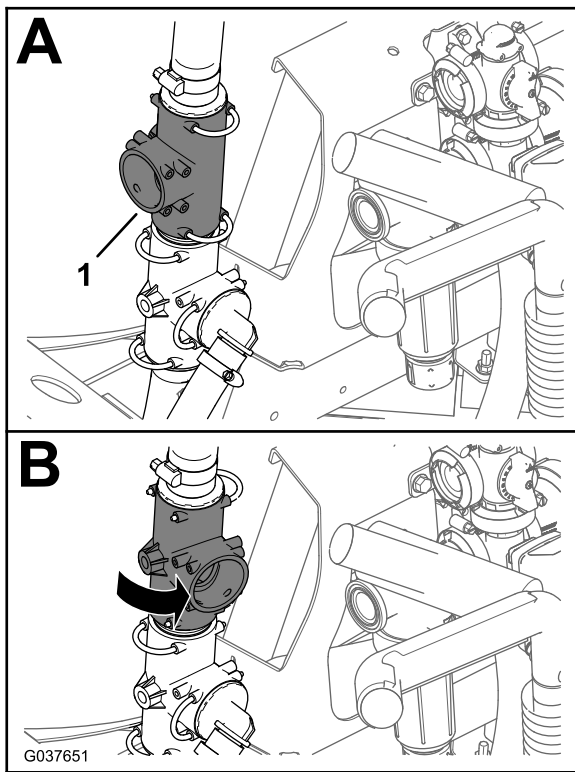

Рисунок 58
- Поверните верхний тройник приблизительно на 80° против часовой стрелки (Рисунок 58).